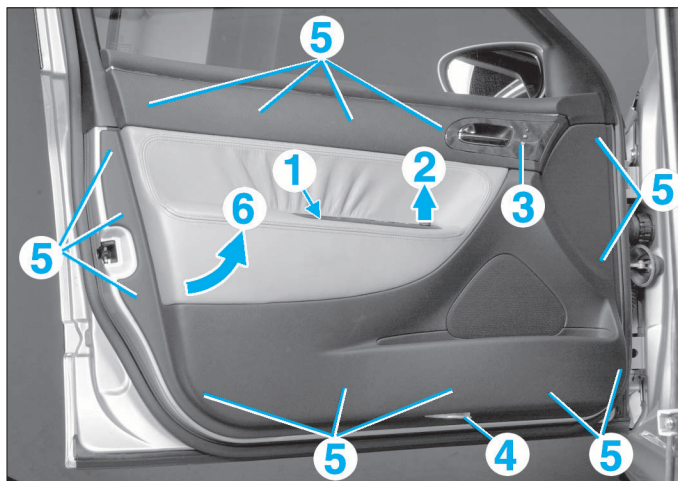

FIG. 31
- l'obturateur dans la poignée de retenue (1) (Fig.31).